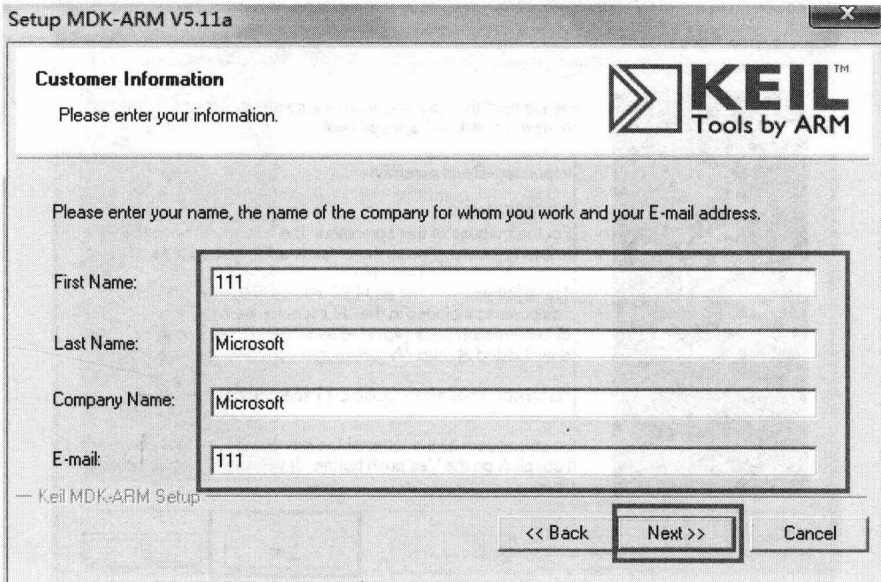

图 1.3-4
(4) 输入姓名、公司名和邮箱，点击“Next”按钮，如图 1.3-4 所示。